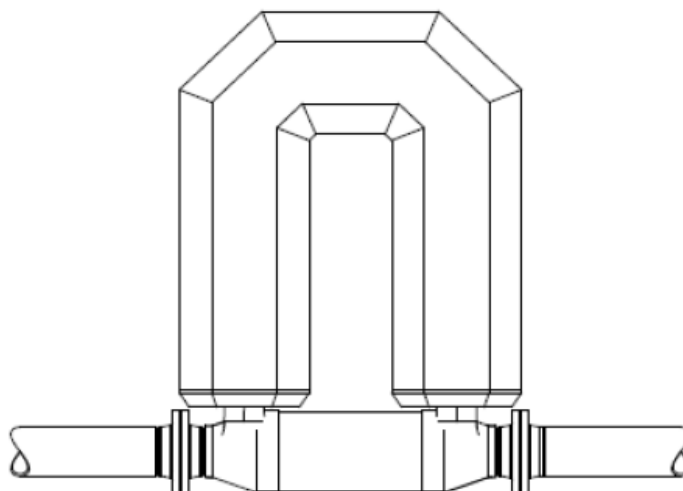

Рисунок 2 - Установка расходомера при измерении расхода газа
- при измерении расхода газа расходомер следует устанавливать сверху во избежание попадания жидкости в трубопровод (см. рисунок 2);